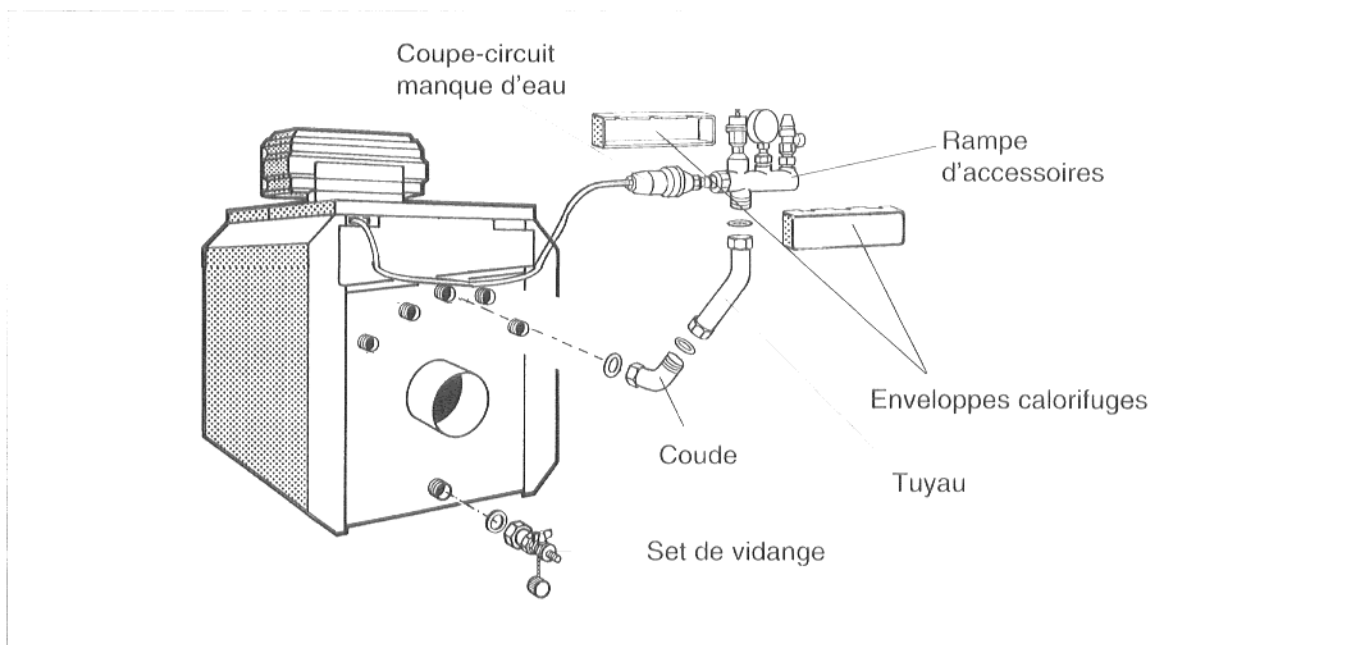

Fig. 1 Set de sécurité chaudière KSS pour chaudière S115, montage à gauche
1. Vers le haut, côté gauche de la chaudière (fig. 1).